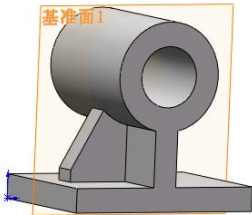
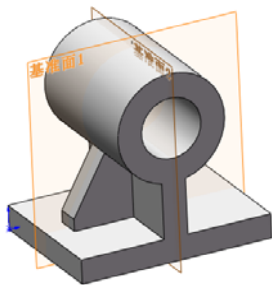
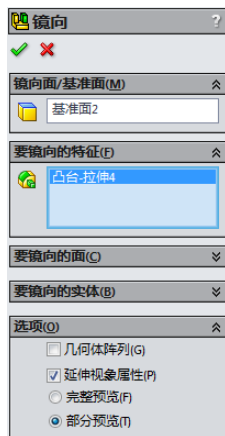

图 4-75 拉伸的图形
图 4-77 添加的基准面
图 4-78 “镜像”属性管理器
**20** 设置视图方向。单击“视图”工具栏中的“旋转视图”图标, 将视图以合适的方向显示, 结果如图 4-75 所示。
**22** 镜像实体。在菜单栏中选择“插入”→“阵列/镜像”→“镜像”命令，此时系统弹出如图 4-78 所示的“镜像”属性管理器。在“镜像面/基准面”一栏中，用光标选择第 21 步添加的基准面，即图 4-77 中的基准面 2；在“要镜像的特征”一栏中，用光标选择第 19 步拉伸的实体，即图 4-75 中拉伸的实体。单击属性管理器中的“确定”图标按钮.